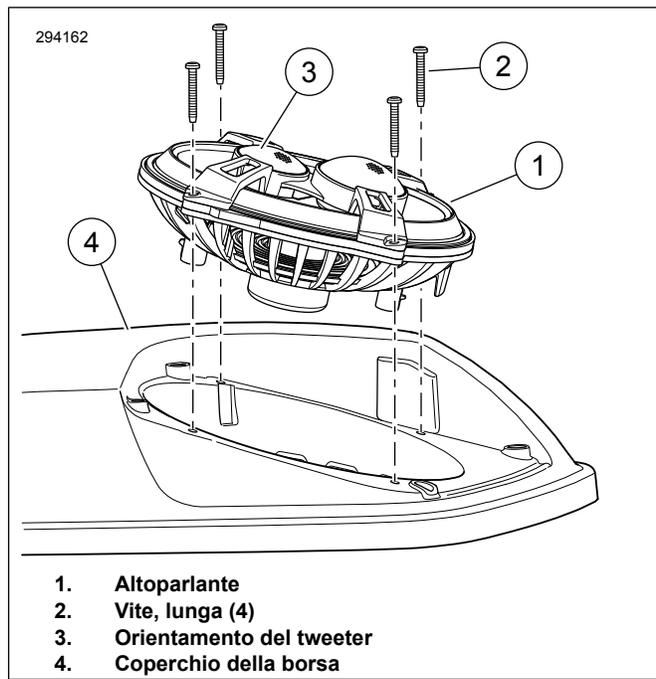

Figura 3. Orientamento dell'altoparlante
7. Vedere la figura 3. Rimuovere le viti (2). Le viti sono usate per fissare l'altoparlante al coperchio della borsa.
8. Rimuovere l'altoparlante (1).